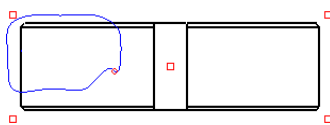

图 3.8.21 草绘轮廓线
(2) 在系统  草绘样条, 不相交其它样条, 来定义一轮廓线。的提示下, 直接绘制图 3.8.21 所示的样条线来定义局部剖视图的边界, 当绘制到封闭时, 单击中键结束绘制。